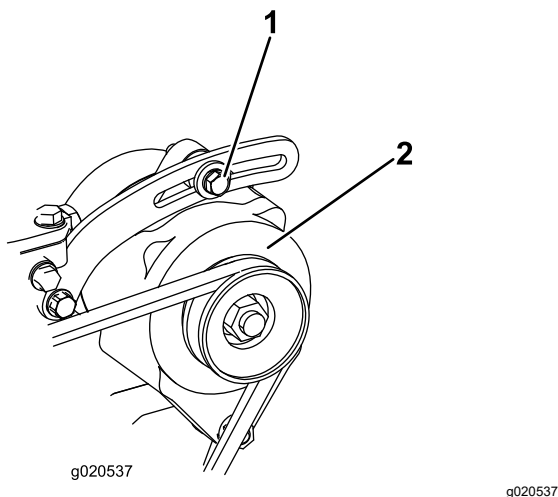

Figure 91
1. Si vous n'obtenez pas une flèche de 10 mm ($\frac{3}{8}$ po), desserrez les boulons de fixation de l'alternateur (Figure 91).